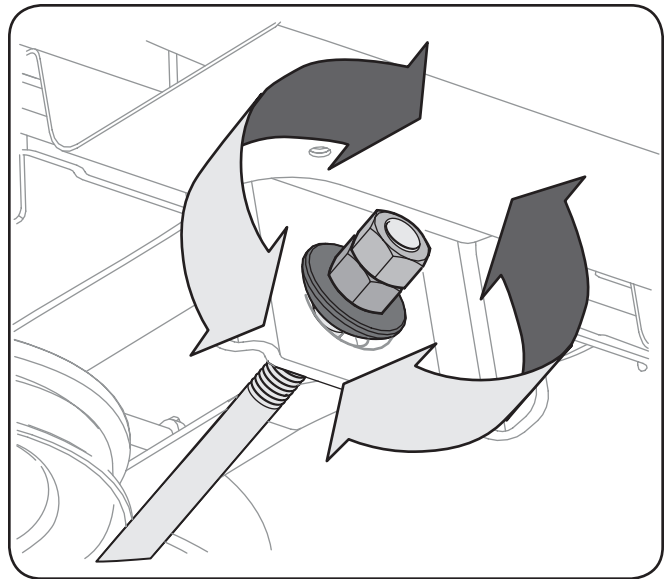

Figura 6-6
5. Para levantar la parte delantera de la cubierta, retire la tapa, afloje la tuerca exterior y apriete (rosca hacia adentro) cada tuerca contra el soporte de suspensión delantera. Vea la Figura 6-6. Cuando se logra el ajuste correcto, vuelva a apretar la tuerca exterior y reemplace la tapa.